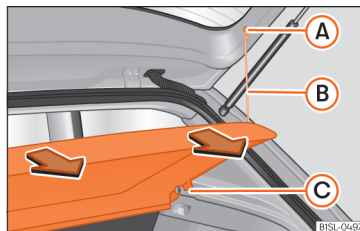

Abb. 138 Im Gepäckraum: Gepäckraumabdeckung aus- und einbauen.
- Die Strebenelemente »» **Abb. 138 (A)** aus den Aufnahmen **(A)** aushängen.